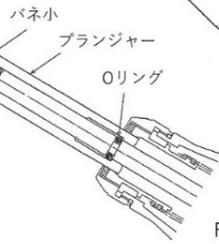

Fig. 1
- 1) テストハンマー先端のプランジャーは、少し強く引っ張ると抜ける構造になっています。(次ページ Fig. 1, 2 参照)
- ① 手で引き抜く様な力をプランジャーに与えないで下さい。
- ② プランジャー先端が物に挟まった場合は、テストハンマー本体で引き抜こうとすると、プランジャーが抜けてしまう場合がありますので、プランジャーをつかんで抜く様にして下さい。